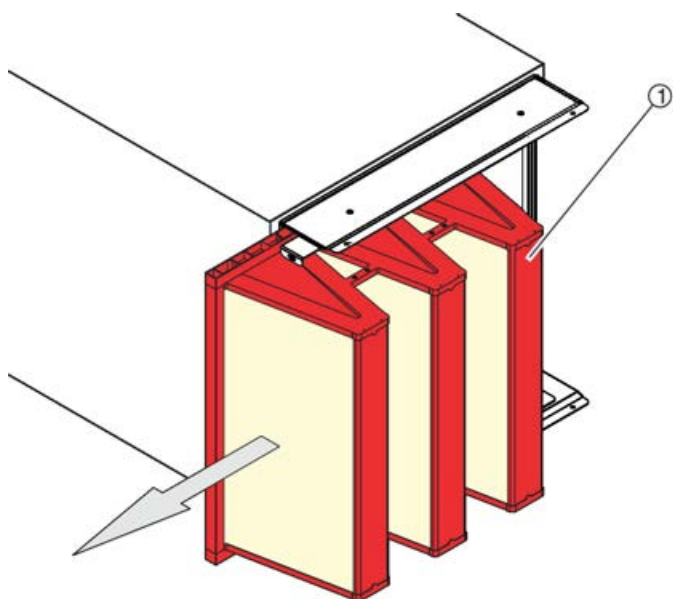

Fig. 17: Desmontaje del filtro
5. ▶ Extraiga el filtro ( Fig. 17 /1) desde el lateral.